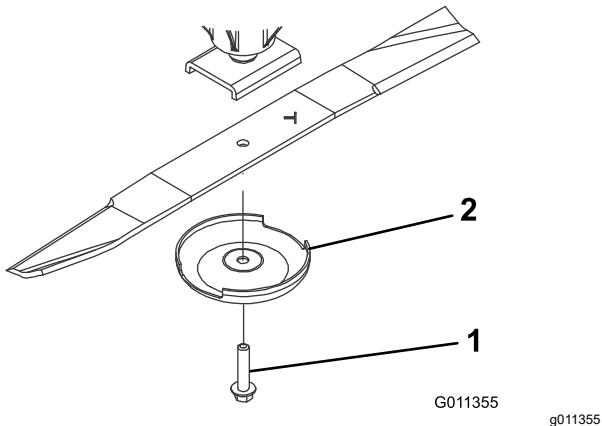

Figura 91
3. Retire del eje de la cuchilla el perno de la cuchilla, el protector de césped y la cuchilla (Figura 91).